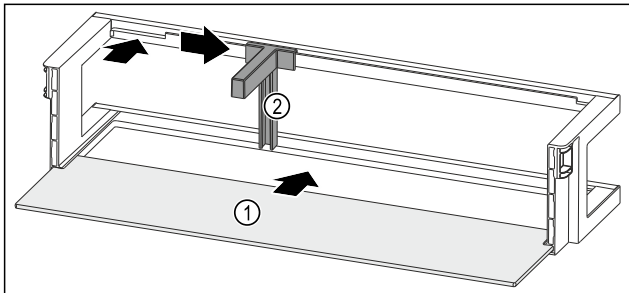

Fig. 94 Türabsteller mit Abstellfläche
- Abstellfläche Fig. 94 (1) in die seitlichen Einsparungen einschieben.
- Flaschenhalter Fig. 94 (2) in die Aussparung einsetzen.
- Flaschenhalter Fig. 94 (2) in gewünschte Position zur Seite schieben.